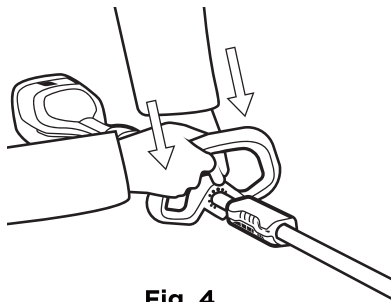

Fig. 4
a. Fixez la poignée secondaire à la position appropriée sur la partie supérieure de l'arbre comme indiqué. La position peut être ajustée en fonction des habitudes personnelles. (Fig. 4)